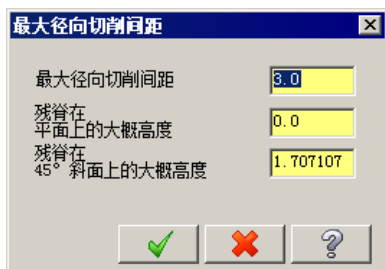

图 5.2.14 “最大径向切削间距”对话框
- 最大径向切削间距(M)... 按钮：单击此按钮，系统弹出图 5.2.14 所示的“最大径向切削间距”对话框，通过此对话框可以设置铣刀在刀具平面的步进距离。